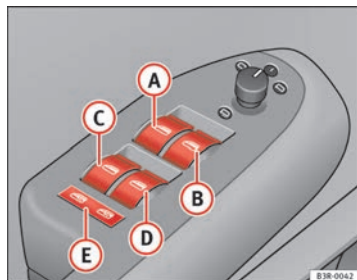

Fig. 79 Détail de la porte du conducteur : Commande
- A Commande ⇒ fig. 79 de la glace de la porte du conducteur.
Avec le commutateur de sécurité $\Rightarrow$ page 114, fig. 79  vous pouvez désactiver les commandes de lève-glaces situées sur les portières arrière. Il n'est possible d'ouvrir ou de fermer les glaces à partir des places arrière que si le commutateur est enfoncé.